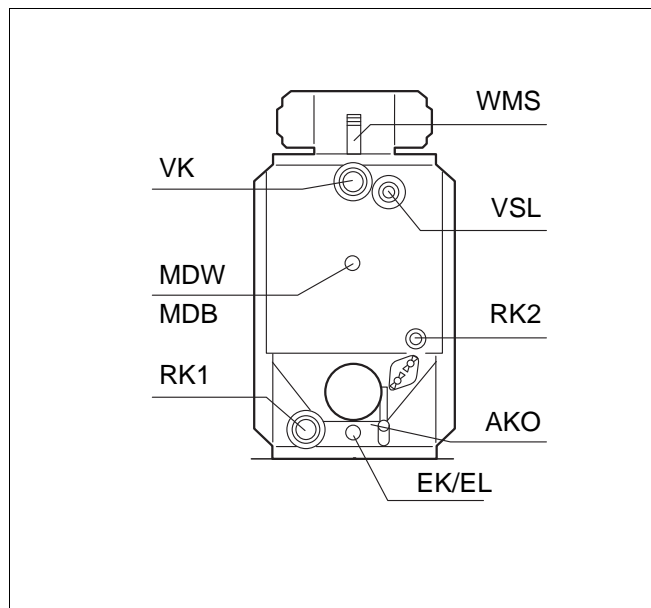

Рис. 5 Подключение котла Logano SB615
- Подсоедините реле или ограничитель минимального давления (через переходник R $\frac{1}{2}$ –R $\frac{1}{4}$ ) к месту подключения MDW/MDB на отопительном котле (рис. 5).
- Установите соединительную трубу для предохранительного устройства контроля количества воды в точку подключения WMS (2") (рис. 5, стр. 16).